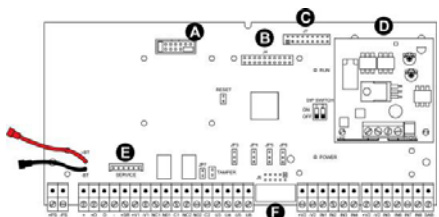

Fig. 4
- Inserire l'altra estremità del cavo Flat sull'apposito connettore di centrale in posizione **F** (fig.4).
- Insert the other end of the Flat cable into the appropriate control panel connector in position **F** (fig.4).